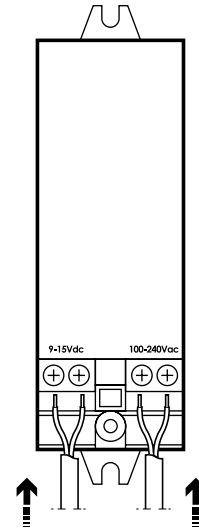

FIG. 2
1. Realice un agujero de forma cuadrada en la superficie de montaje del diámetro según la potencia escogida (VER TABLA) (FIG. 2).
4. Conecte el driver al aparato mediante la clavija de conexionado rápido (FIG.2).
4. Coloque la luminaria nuevamente en el hueco de instalación (FIG. 2/3).